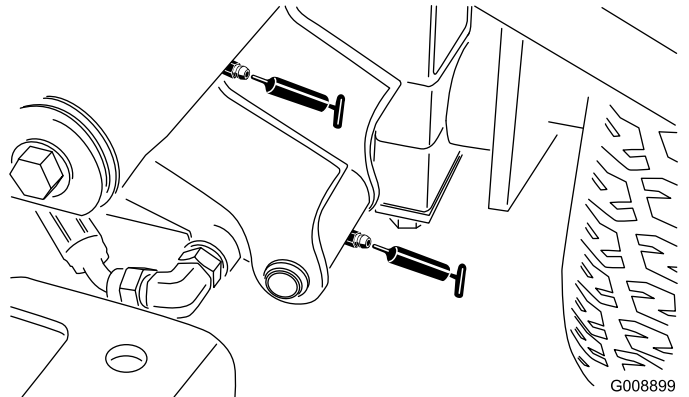

図 52
- ・ 左前昇降アームのピボット昇降シリンダ (2ヶ所) (図 52)